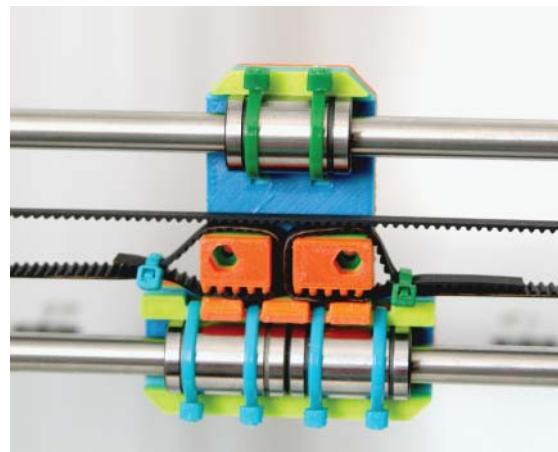

Abbildung 12.17: Ein GT-2-Zahnriemen wird am X-Wagen des Prusa i3 gesichert, indem Kabelbinder um das 3D-gedruckte Teil gezogen werden.
Der Zahnriemen oder der Angelschnurantrieb müssen an den Plattformen gesichert werden. Dazu wird die Schnur eingespannt, mit dem Wagen eingeklemmt, straff gezogen und dann mit Schrauben oder einem einfachen Kabelbinder gesichert (siehe Abbildung 12.17).
- b. Sichern Sie den Wagen mit sechs Kabelbindern an den LM8UU-Linearlagern, wie in Abbildung 12.17 gezeigt.
- d. Befestigen Sie den Riemen mit Kabelbindern sicher am X-Wagen, wie in Abbildung 12.17 gezeigt.